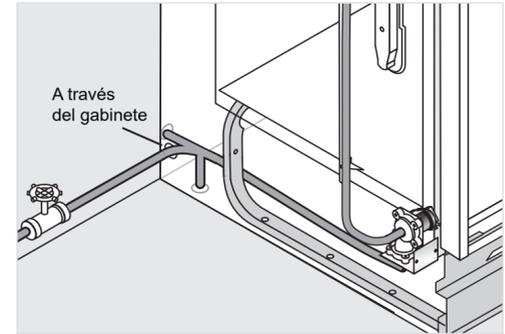

Figura 4
- Determine la cantidad de tubería que es necesaria para conectar la fuente de suministro de agua caliente a la válvula de entrada de agua de la unidad. La tubería de cobre debe tener un DE (diámetro externo) mínimo de 3/8". Puede usarse tubería de plástico homologada para alta presión y alta temperatura con un diámetro interno mínimo de 1/4". Se recomienda instalar una válvula de cierre fuera del gabinete del lavavajillas. Véase la figura 4.